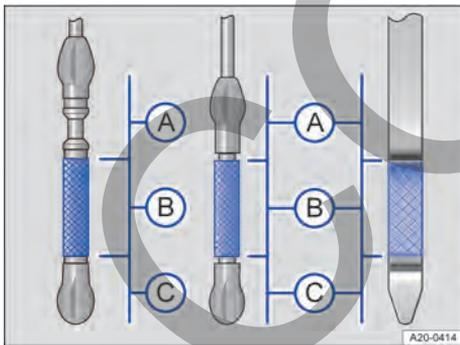

Fig. 151 Marcas del nivel de aceite del motor en la varilla de medición del nivel de aceite (variantes).
4. Localice la boca de llenado de aceite del motor y la varilla de medición del nivel de aceite. La boca de llenado se reconoce por el símbolo 🛢️ que hay sobre la tapa → fig. 152, y la varilla de medición, por su extremo superior de color → fig. 151. Si no tiene claro dónde se encuentran la tapa y la varilla de medición, acuda a un taller especializado.
7. Extraiga nuevamente la varilla de medición y compruebe en ella el nivel de aceite como sigue → fig. 151:
13. Al final del proceso, el nivel de aceite debería encontrarse por el centro de la zona → fig. 151 B. No deberá encontrarse nunca en la zona → fig. 151 A.
14. Si ha añadido demasiado aceite del motor por descuido y el nivel se encuentra en la zona → fig. 151 A, **no ponga el motor en marcha**. Avise a un taller especializado y, dado el caso, solicite la ayuda de personal especializado.
- Si ha añadido demasiado aceite del motor por descuido y el nivel se encuentra en la zona → fig. 151 A, no ponga el motor en marcha. Avise a un taller especializado y, dado el caso, solicite la ayuda de personal especializado. ¡De lo contrario podrían dañarse el catalizador y el motor!